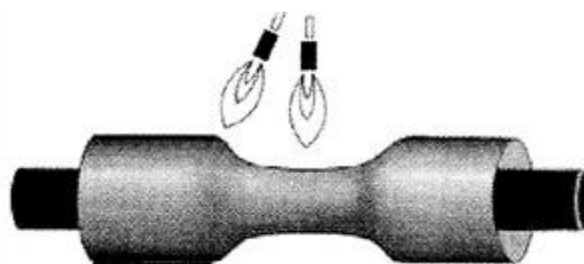

Рисунок 3
- усадку рекомендуется начать от середины трубки (Рис. 3). Трубу нужно подогреть вокруг, стараясь получить равномерное усаживание. Центральная часть трубки должна усадиться и плотно прилечь к поверхности изолируемого предмета;